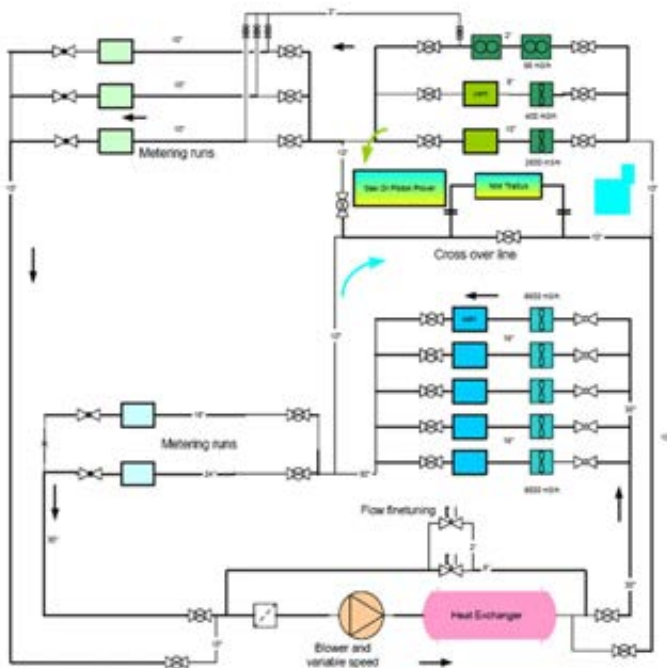

Figura 4. Diagrama de flujo del GasCal [1].
- Cinco (5) líneas de referencia1, cada una de ellas constituida con un medidor patrón tipo turbina y un medidor ultrasónico instalado en serie, este último usado para el constante monitoreo del comportamiento de los medidores tipo turbina, pero que bajo ninguna circunstancia intervienen en el proceso de calibración de los medidores bajo prueba (Ver Figura 4). La razón para emplear medidores ultrasónicos como elementos para el monitoreo de los medidores de referencia fue la baja caída de presión que estos elementos ofrecen. El alcance total de esta sección es de 32500 m3/h.